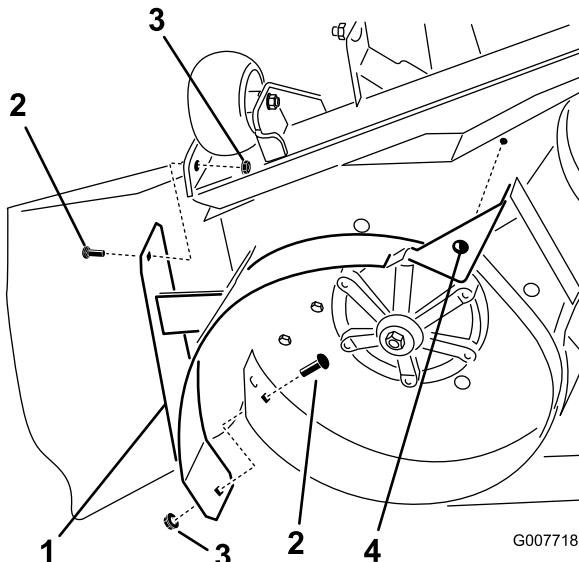

Figura 21
1. Retire las tres contratueras que sujetan el deflector de mulching derecho a la plataforma del cortacésped (Figura 21). Dos de ellas se encuentran debajo de la plataforma del cortacésped junto al orificio de descarga, y la tercera está encima de la plataforma.